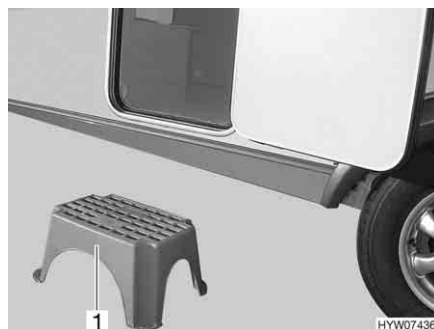

Fig. 22 Scalino di ingresso (non fissato all'interno)
- Collocare lo scalino di ingresso (Fig. 22,1) davanti all'entrata del caravan.